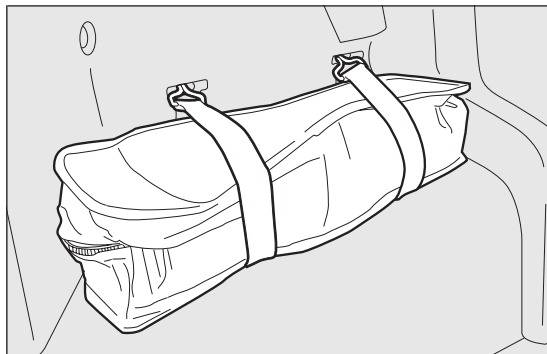

fig. 124
- ☐ aprire il portellone bagagliaio, prelevare la borsa attrezzi fig. 124 ubicata sul lato sinistro del bagagliaio sganciando gli elastici di trattenimento e portarla accanto alla ruota da sostituire;